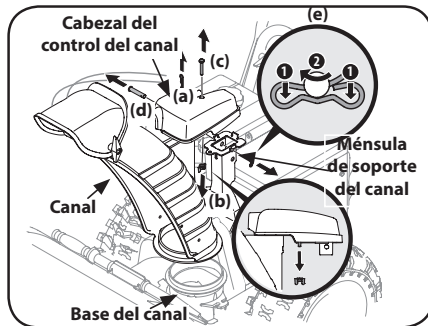

Figura 2-38
1. Retire el pasador de chaveta (a), la tuerca de mariposa (b) y el tornillo hexagonal (c) del cabezal de control del canal. Extraiga el pasador de horquilla (d) y el pasador de chaveta con unión curva (e) de la ménsula de soporte del canal. Consulte Figura 2-38.